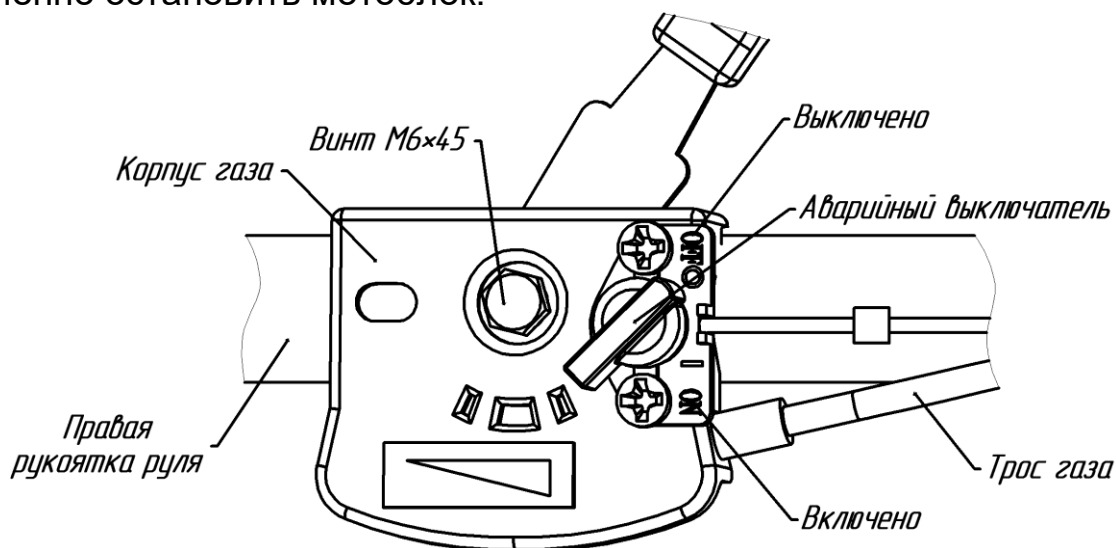

Рис.10. Механизм управления дроссельной заслонкой (газом) двигателя.
- установить ручку газа на рукоятке руля в положение "O" ("СТОП") (рис.6) или аварийный выключатель в положение "OFF" (рис.10);